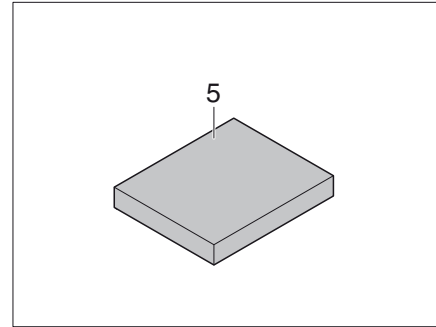

Bild 195 Extradyna
- Lägg extradynan (Bild 195,5) i mitten av bordet.